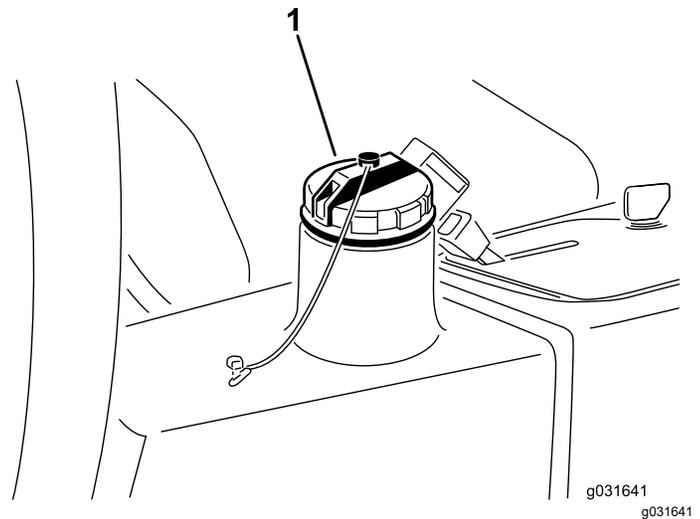

**Figura 65**
2. Desconecte el tubo hidráulico o retire el filtro hidráulico y deje fluir el aceite hidráulico en un recipiente apropiado (Figura 67 y Figura 65).
3. Vuelva a colocar el tubo cuando el aceite hidráulico se haya drenado (Figura 65).